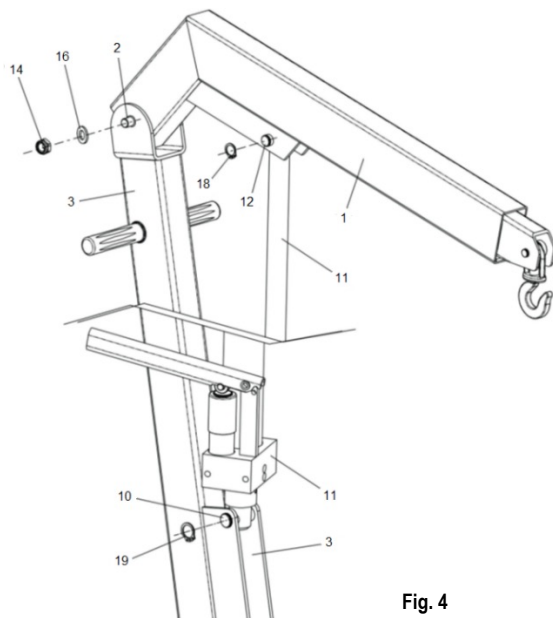

Fig. 4
- Montar o braço (1 – Fig. 4) com a estrutura (3 – Fig. 4) utilizando o perno de fixação (2 – Fig. 4), a porca (14 – Fig. 4) e a gaxeta (16 – Fig. 4).
Montar o conjunto do cilindro (1 – Fig. 4) com a estrutura (3 – Fig. 4) utilizando o perno de fixação (10 – Fig. 4), e o anel de segurança (19 – Fig. 4).
Montar o conjunto do cilindro (11 – Fig. 4) com o braço (1 – Fig. 4) utilizando o perno de fixação (12 – Fig. 4), e o anel de segurança (18 – Fig. 4).